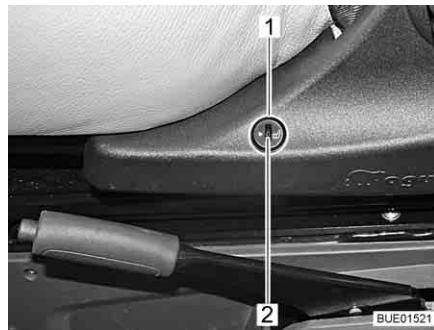

Bild 28 Schalter Sitzheizung
- Untere Hälfte des Schalters (Bild 28,1) an der linken Seite der Sitzkonsole drücken.
- Um geringere Heizleistung einzustellen, Einstellrad (Bild 28,2) in Richtung "0" drehen.
- Um höhere Heizleistung einzustellen, Einstellrad (Bild 28,2) in Richtung "5" drehen.
- Obere Hälfte des Schalters (Bild 28,1) an der linken Seite der Sitzkonsole drücken.